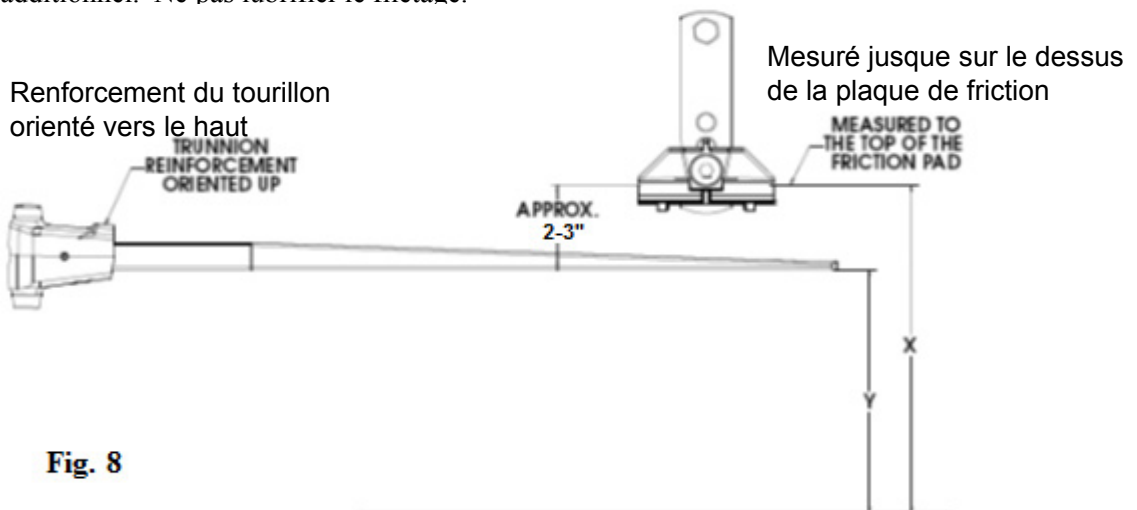

Fig. 8
Utiliser les trous de montage de suspension de tampon plus bas dans les supports de cadre extérieur et régler l'angle de ball mount pour atteindre la bonne hauteur avant de charger les barres de ressort (voir fig. 8)
- Mettre la remorque de de niveau. Mesurer et inscrire la distance entre le sol et le dessus de la plaque de friction (dimension X de la Fig. 8).
- Installation de la barre stabilisatrice: orienter la barre stabilisatrice/à tourillon avec le renforcement du tourillon vers le haut (étiquette de capacité vers le haut), comme illustré à la Fig. 8. Placer la tige inférieure du tourillon dans la douille inférieure du montage de boule, et glisser la tige de tourillon supérieure dans la fente supérieure du montage de boule. Les assemblages de barre stabilisatrice/à tourillon conviendront à un côté ou l'autre.
- Comme point de départ, la hauteur (Y) de la barre stabilisatrice (Fig 8) doit être inférieure de 2 à 3 po à la hauteur de la plaque de friction (X).
- Installation des barres stabilisatrices: orienter l'ensemble barre stabilisatrice-tourillon avec le renforcement du tourillon vers le haut comme illustré à la Fig. 8. Placer la tige inférieure du tourillon dans la douille inférieure du montage de boule, et glisser la tige de tourillon supérieure dans la fente supérieure du montage de boule. Les assemblages de barre stabilisatrice/à tourillon conviendront à un côté ou l'autre.
- À l'aide du vérin de timon, soulever le timon de la remorque et l'arrière du véhicule le plus haut possible et essayer de monter les barres stabilisatrices sur le dessus des supports de plaque. Si les barres ne passent pas au-dessus des supports de plaque, l'utilisation de la poignée de soulèvement (W) sera nécessaire.